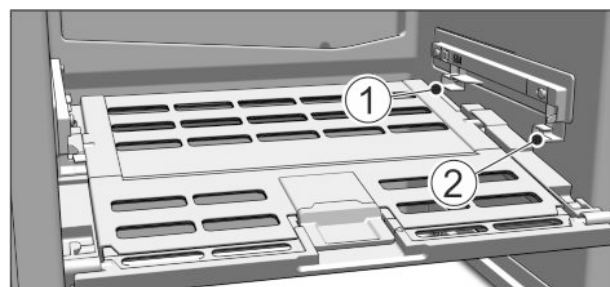

Fig. 16
- ▶ A zöldséges & gyümölcsös rekesz fedelének behelyezése: Alulról vezesse be a fedél bordáit a hátsó tartóba Fig. 16 (1), elől pedig pattintsa be őket a tartóba Fig. 16 (2).